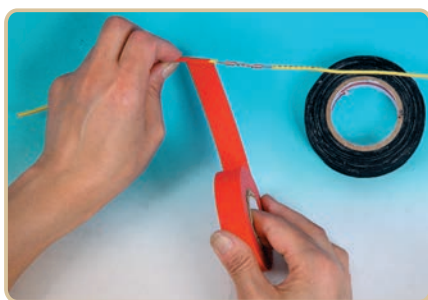

图 1-22
(2) 恢复绝缘层。
① 用绝缘胶布从导线一侧完整的绝缘层上,自左向右包缠,如图1-22。